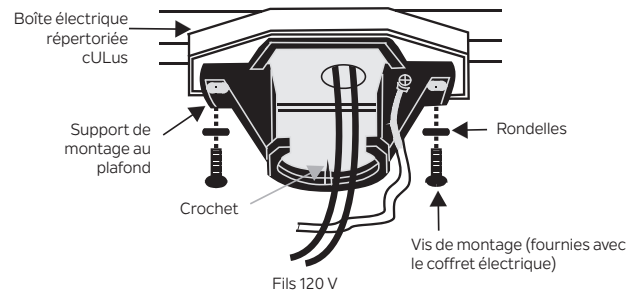

Fig. 5
**Étape 1.** Passez les fils d'alimentation de 120 volts à travers le trou central du support de suspension au plafond, comme illustré à la Fig. 5.